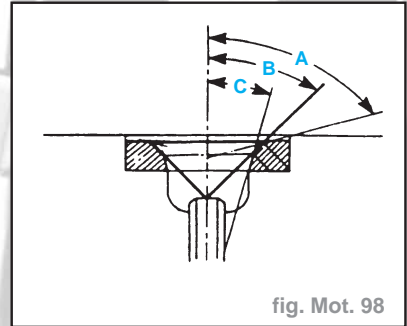

fig. Mot. 98
- Positionner l'outil de coupe sur le siège de soupape et travailler en exerçant une pression légère pour obtenir l'enlèvement de manière minimum (fig. Mot. 98).